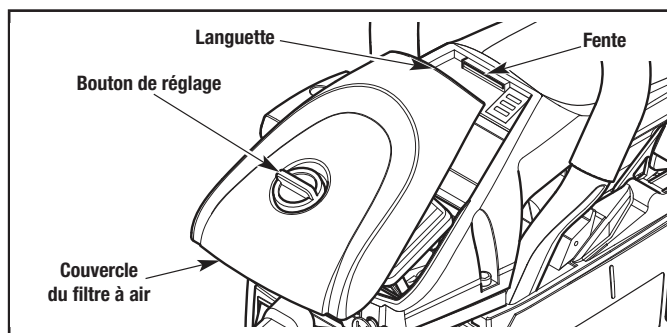

Figure 41
1. Tournez le bouton du couvercle du filtre à air dans le sens antihoraire pour desserrer le couvercle du filtre à air (Fig. 41).
2. Retirez le couvercle du filtre à air (Fig. 41).
6. Remettez le couvercle du filtre à air en place sur la scie à chaîne. Insérez la languette du couvercle du filtre à air dans la fente du boîtier de la scie à chaîne (Fig. 41).
2. Tournez le bouton du couvercle du filtre à air dans le sens antihoraire pour desserrer le couvercle du filtre à air (Fig. 41).
3. Retirez le couvercle du filtre à air (Fig. 41).
10. Remettez le couvercle du filtre à air en place sur la scie à chaîne. Insérez la languette du couvercle du filtre à air dans la fente du boîtier de la scie à chaîne (Fig. 41).